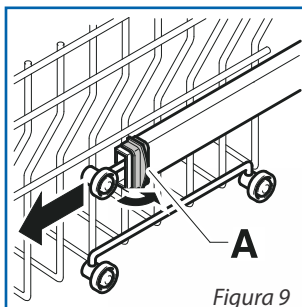

Figura 9
- Gire el cierre anterior "A" hacia el exterior (Figura 9).